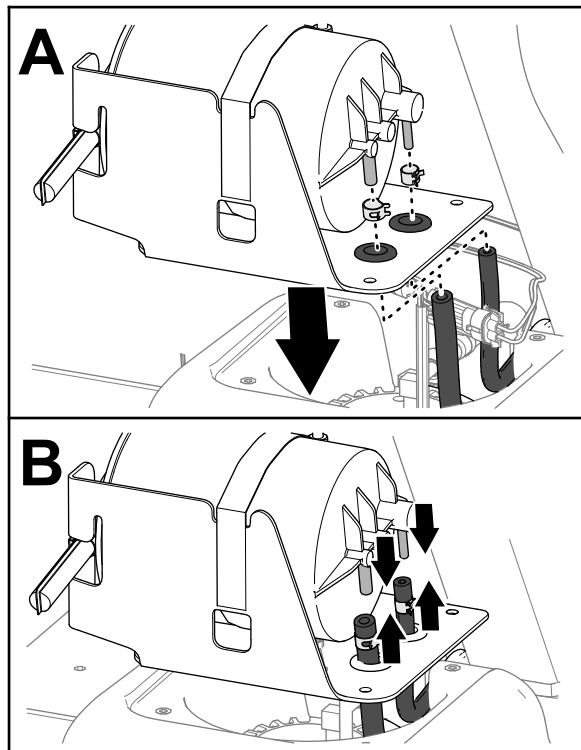

図 90
- カーボンキャニスタのハトメに燃料ホースを通す 図 90。
- ホースにホースクランプを嵌める 図 90。
- カーボンキャニスタのフィッティングTにホースを取り付ける 図 90。